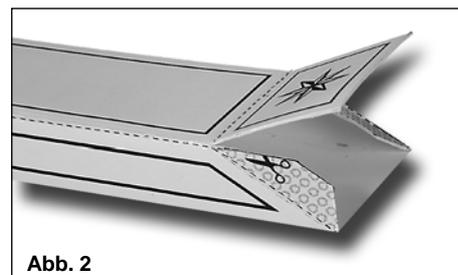

Abb. 2
Schritt 9: Für die Seiten der schräg laufenden Flächen mit dem Sternsymbol gibt es Klebelaschen, für ihre Außenkanten nicht (Abb. 2). Kleben Sie die Seiten auf die Laschen und die Außenkanten mit viel Klebstoff direkt auf die Kanten der Vorderseite. Um sie besser zu schützen, können Sie bei Bedarf etwas Klebfilm über diese künftige Peilkante kleben. Von oben hat der Querstab dann die Form eines sehr flachen Trapez